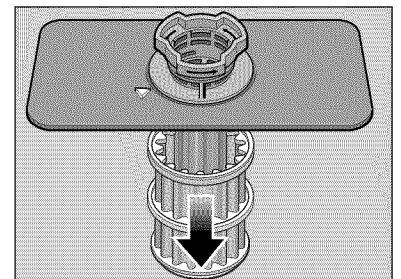

Figure 17
- Dévisser le bras gicleur supérieur. Voir **Figure 17**.